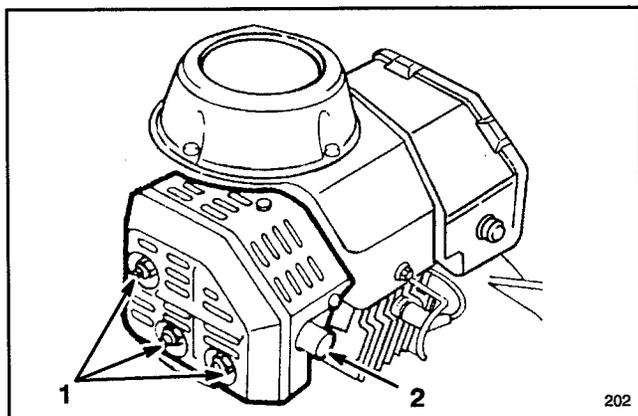

Figure 21
2. A l'aide d'un racloir en bois dur, enlever la calamine de l'extrémité du tuyau d'échappement (Fig. 21).
3. Retirer la vis, les deux écrous et les rondelles de blocage (Fig. 21). Retirer l'échappement de ses goujons de montage.